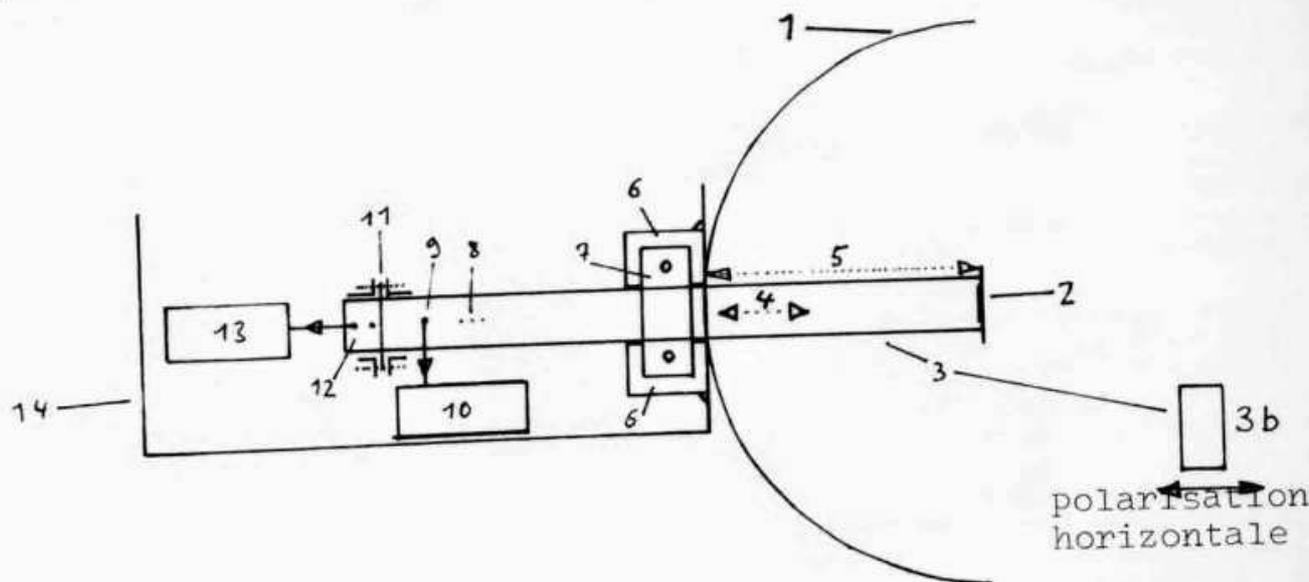

Figure 1: Partie SHF du montage, vue de profil.
1) L'antenne parabolique et son illuminateur (Fig. 1 et 2)
Il est construit aussi en guide d'onde. A une extrémité, il y a l'illuminateur de la parabole décrit en 1. A l'autre, on va fixer l'oscillateur Gunn avec la plaque iris prise en sandwich entre les deux (figures 1, 4 et 7).